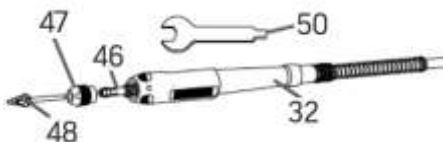

fig. 5
3. Desserrez l'écrou de pince de serrage (n° 47) avec la clé (n° 50) (fig. 5).
4. Insérez la tige de pierre montée (n° 48) à travers l'écrou de cône dans le cône (n° 46) et fixez-la au moyen de la clé (fig. 5).